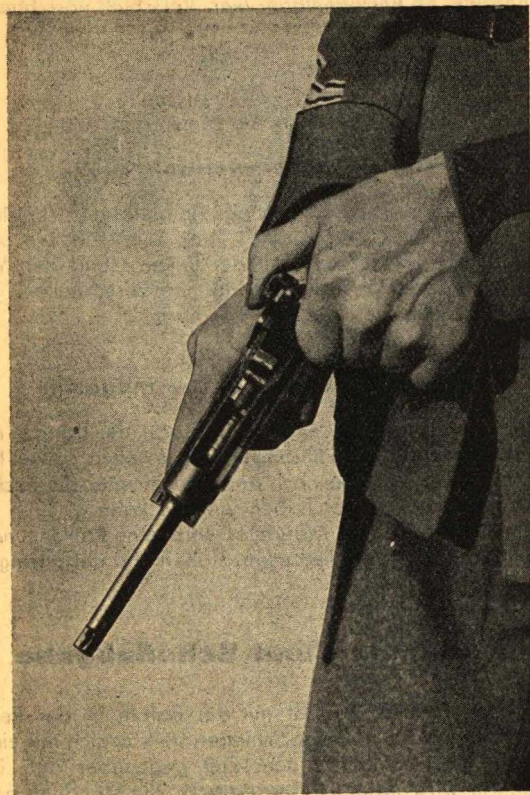

Fig. 21
(Fig. 21 und 22)
- Ladebewegung (Fig. 21): Mit Daumen und Zeigefinger der linken Hand den Verschuß, an den Gelenkknöpfen haltend, vollständig zurückziehen und vorschnellen lassen. (Die oberste Patrone wird durch die Ladebewegung ins Patronenlager geschoben.) Prüfen, ob die Aufschrift am Auszieher »GELADEN« sichtbar ist,